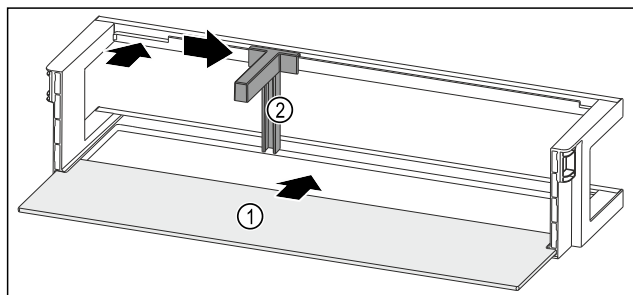

Fig. 234 Rafti i derës me raft mbajtës
- ▶ Futni raftin mbajtës Fig. 234 (1) në foletë anësore.
- ▶ Vendosni mbajtësen e shisheve Fig. 234 (2) te foletja.
- ▶ Shtyni anash mbajtësen e shisheve Fig. 234 (2) në pozicionin që dëshironi.